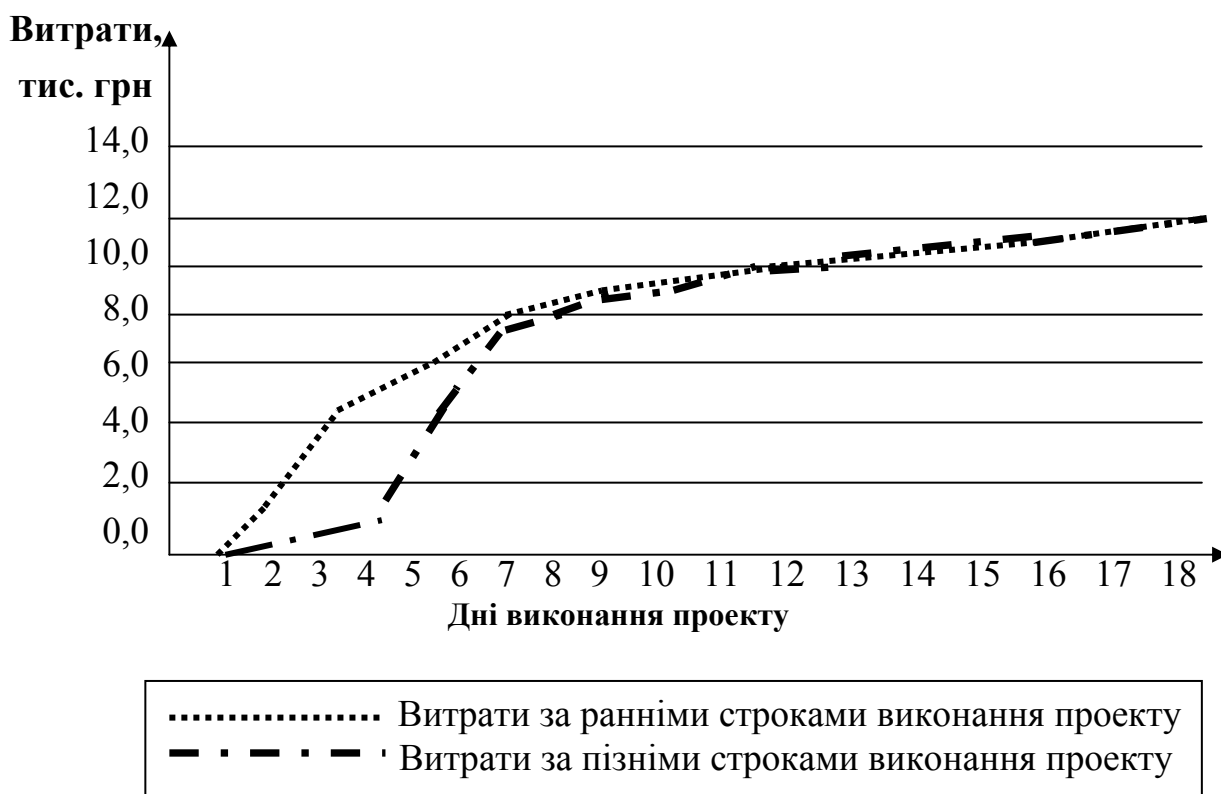

Рис. 10. Графік бюджету для ранніх і пізніх строків виконання проекту
2.3. Будуємо графіки бюджету (наростаючим підсумком) для ранніх та пізніх строків виконання проекту (рис. 10).